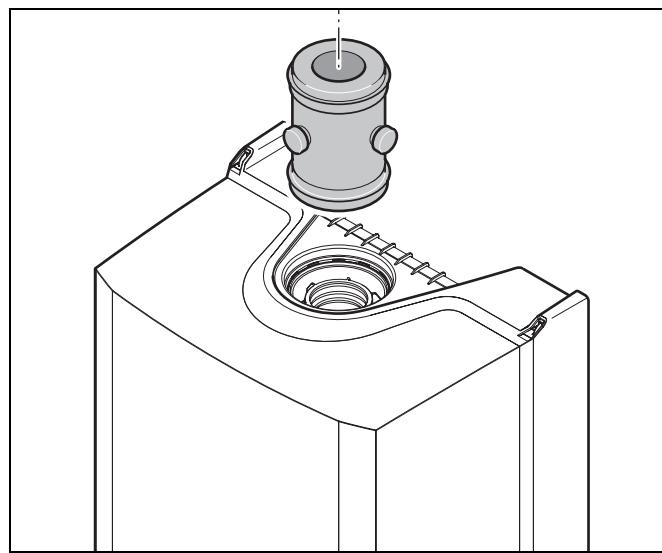

Рис. 12 ВERTICALНОЕ соединение трубы отработанных газов
- Вертикальный монтаж трубы отработанных газов на адаптере отработанных газов (рис. 12).